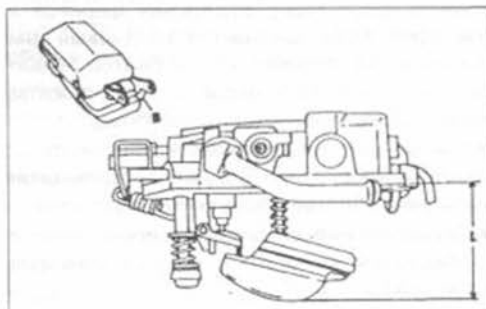
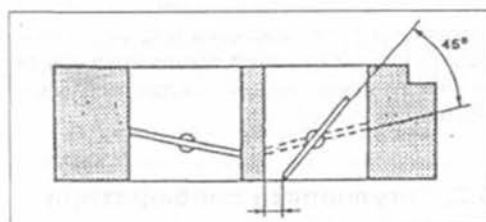

Рис. 132.
Рис. 133.
• Открыть полностью дроссельную заслонку первой ступени и другой рукой прижать рычаг дроссельной заслонки второй ступени влево. Контролировать, чтобы дроссельная заслонка первой ступени образовывала угол 45°, если заслонка второй ступени также открыта. Чтобы измерить этот угол, можно вставить сверло от 7,3 до 8,3 мм в месте, указанном на рис. 132. Если зазор не соответствует размеру при открытой заслонке второй ступени, согнуть рычаг на рис. 133, пока зазор не достигнет нужного размера.